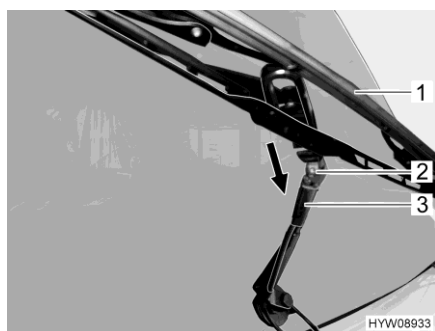

Fig. 226 Sostituzione della spazzola del tergicristallo
- Sollevare il braccio del tergicristallo (Fig. 226,3) dal parabrezza e aprirlo fino all'arresto.
- Spingere i morsetti in plastica della spazzola del tergicristallo (Fig. 226,1) fuori dal supporto piegato presente sul braccio del tergicristallo (freccia).
- Pulire gli ugelli dei tergicristalli (Fig. 226,2).